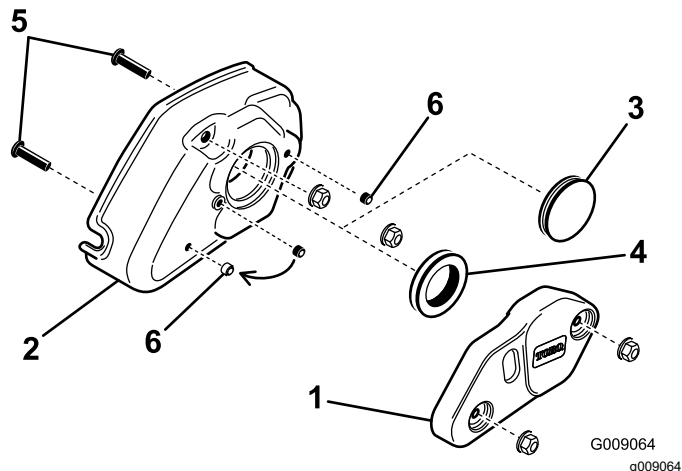

Figure 21
2. Retirez les 2 écrous à embase (5/16") qui fixent le contrepoids du groomer au couvercle du groomer, et déposez le contrepoids (Figure 21).
3. Retirez la rondelle pleine du couvercle et remplacez-la par la rondelle en caoutchouc (Figure 21).
4. Retirez les 2 vis (5/16" x 1 1/4") vissées dans le couvercle (Figure 21).
5. Retirez la vis de fixation dans le trou central du couvercle du groomer (Figure 21).